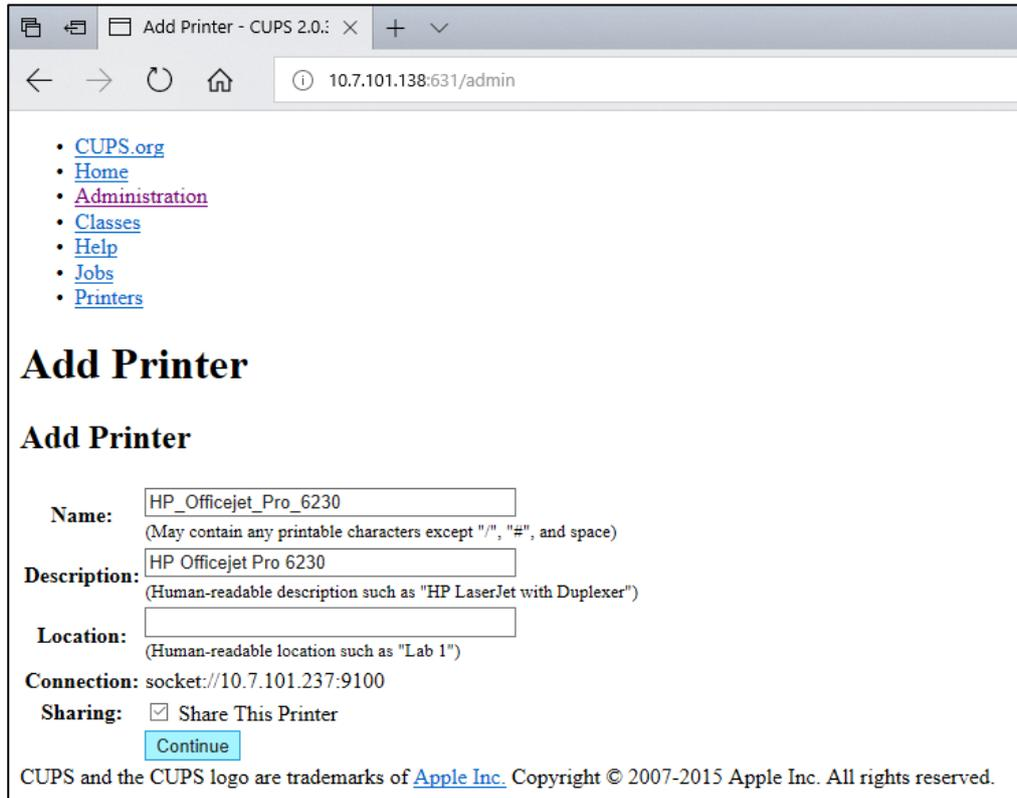

Figura 82. Pantalla "Add printer" (Añadir impresora).
5. Seleccione Share this printer (Compartir esta impresora) y pulse Continue (Continuar; consulte la figura 82).